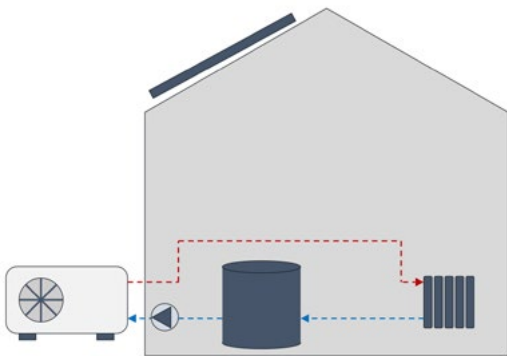

Abb. 3: Schematische Darstellung der seriellen (Reihen-) Einbindung eines Pufferspeichers. Quelle: HEAT GmbH ©
2. Als Alternative empfiehlt sich eine **Reihen-** oder **serielle Einbindung** durch Integration des Pufferspeichers in den Anlagenrücklauf (*siehe Abb. 3*). In dieser Einbindung gibt es nur einen hydraulischen Kreis mit nur einer Heizkreispumpe. Das Heizungswasser wird direkt von der Wärmepumpe über diese Pumpe zu den Wärmeverbrauchern abgegeben ("Vorlauf"). Der Rücklauf der Wärmeverbraucher erfolgt dann zurück in den Pufferspeicher und wird dort mithilfe derselben Heizkreispumpe in die Wärmepumpe entladen. Diese serielle Einbindung empfiehlt sich, wenn das Wasservolumen des Heizkreises sonst zu klein wäre und damit die Wärmepumpe nicht genügend Wärme abgeben kann. Eine Reihenschaltung ist einfacher in Bestandsheizungsanlagen zu realisieren, da weder eine zusätzliche Entladepumpe noch ein Eingriff in die vorhandene Regelung nötig sind. Für Häuser mit einer reinen Fußbodenheizung ist eine serielle Einbindung zu empfehlen, falls überhaupt ein Pufferspeicher erforderlich ist.